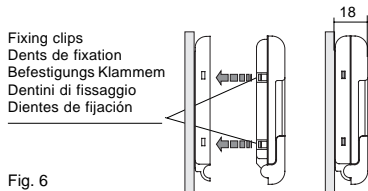

Fig. 6
- Fit the body to the base as shown in fig. 6.
- Appliquer le corps du chronothermostat à la base (voir fig. 6).
- Befestigen Sie das Zeitthermostat an der Grundplatte, siehe hierzu Abb. 6.
- Applicare il corpo del cronotermostato alla base come in fig. 6.
- Aplicar el cuerpo del cronotermostato a la base como indica la fig. 6.